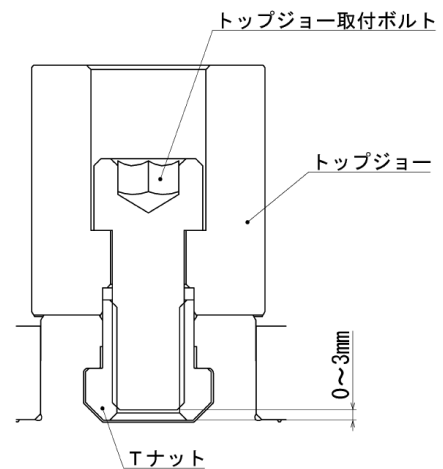

図 10
- ジョー取付ボルトの T ナットに対するねじ込み深さが浅いと、T ナットが破損し、ジョーや工作物が飛散して危険。取付ボルトが長すぎて T ナット底面から突き出ている場合も、トップジョーが固定されないため、ジョーや工作物が飛散して危険。従って、ジョー取付ボルトの全長は T ナットの底面より $0 \sim -3\text{mm}$ 程度とすること。(図 10 参照)